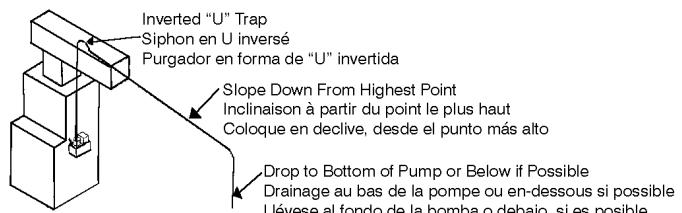

Fig. 3
- Run flexible tubing or pipe from evaporator drain into pump inlet. Be sure inlet piping is sloped downward to allow gravity flow (Fig 3).
- Faire sortir un tube isolant souple ou un tuyau de l'évaporateur et le brancher dans l'arrivée de la pompe. Pour permettre un bon écoulement, s'assurer que le tuyau d'admission est bien dirigée vers le bas. (Fig. 3)
1. Tiende la tubería flexible o el tubo desde el desagüe de evaporación hasta la toma de la bomba. Cerciórese de que la tubería de la toma se encuentre en declive, para permitir el flujo por gravedad. (Fig. 3)